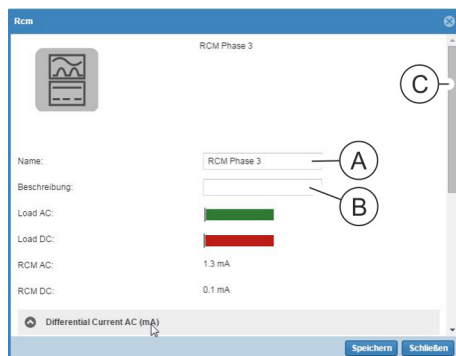

Abb. 121: Fenster "RCM"
⇒ Es öffnet sich das Fenster "RCM" (Abb. 121).
4. Im Fenster "RCM" bei Bedarf die Benennung für den Differenzstrommesser (Abb. 121/A) anpassen und bei Bedarf eine Beschreibung hinzufügen (Abb. 121/B).
5. Mit dem Scrollbalken nach unten scrollen (Abb. 121/C).